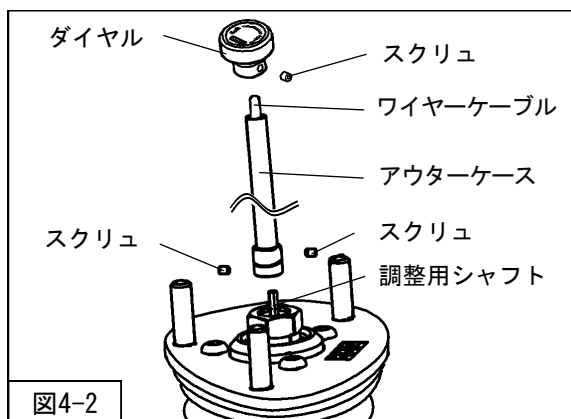

図4-2
スクリュの締付けは六角レンチ (1.5mm・同梱品) を使用してください。(図4-2)
4. アウターケースから出てきたワイヤーケーブルの先端にダイヤルを取付けてください。(図4-2)